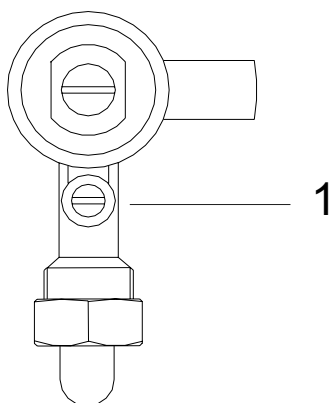

Fig.8
- A travers l'orifice du cache de commandes introduisez un tourne-vis et tournez le vis (1) Fig 8. dans le sens des aiguilles d'une montre pour réduire le minimum ou en sens contraire pour augmenter le minimum.